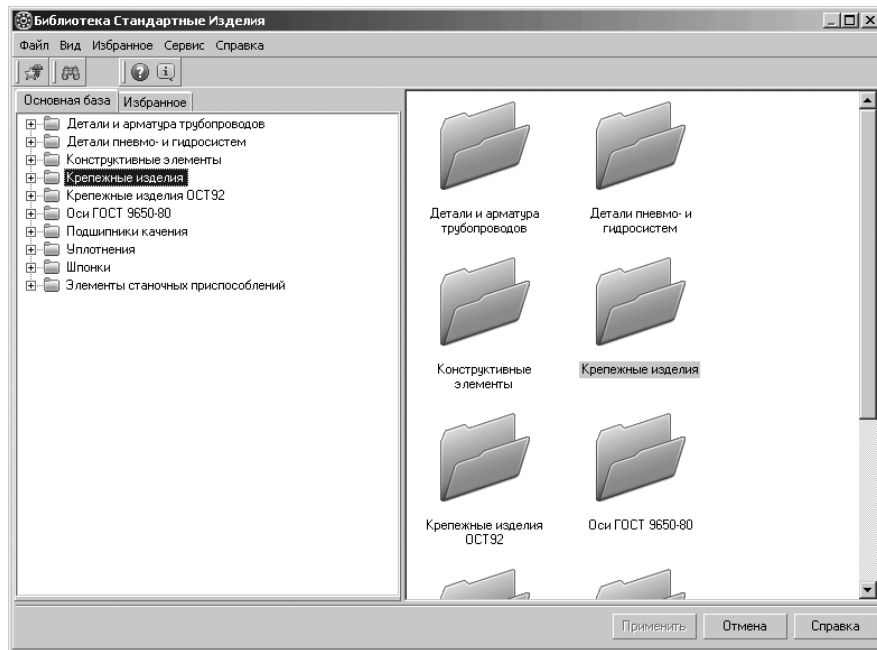

Рис. 6.68. Библиотека крепежа – Шайбы
**Шайбы.** В правой части появится общий вид таких шайб и соответствующие ГОСТы. Это состояние системы управления библиотеками **Менеджер библиотек** показано на рис. 6.68.